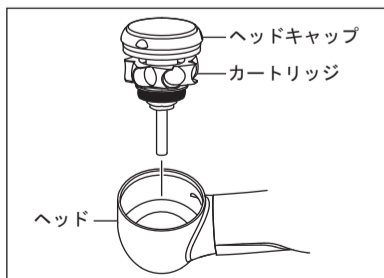

図20
- 11) ヘッドキャップを持ちながらヘッドにカートリッジを挿入し、ヘッドキャップを手でかるく締め付けます（図20）。ヘッドキャップが締まらない場合は、Oリングがずれている恐れがありますので、一度ヘッドから取り外し、再度“9”からやり直してください。